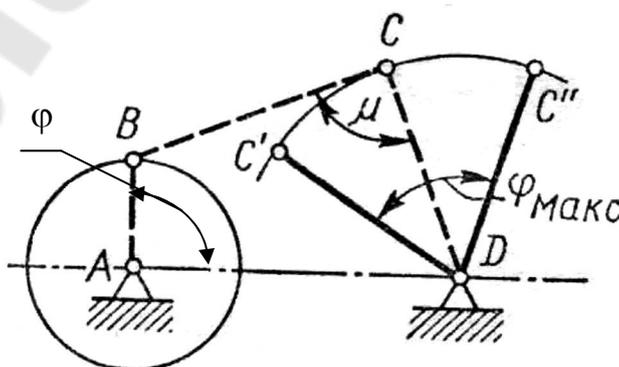

Рис. 7.1
1. Спроектировать схему механизма шарнирного четырехзвенника (рис. 7.1) по заданному коэффициенту изменения средней скорости коромысла  $CD$ , равному  $K$ . Задан размер коромысла  $l_{CD}$ , угол размаха коромысла  $\varphi_{\max}$  и значение допускаемого угла передачи  $\mu_{\text{доп}}$ , которое имеет место в одном из крайних положений. Определить скорость и ускорение точки  $C$ , если угловая скорость звена  $AB$   $\omega_{AB} = 20 \text{ с}^{-1}$ , для положения, когда угол  $\varphi = 60^\circ$ . Исходные данные приведены в табл. 7.1